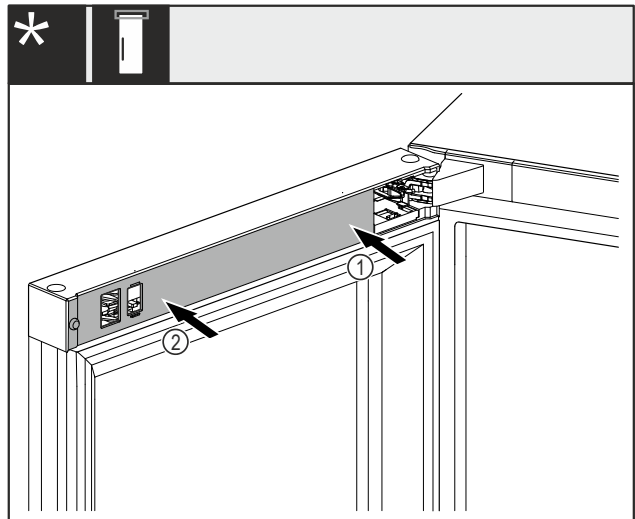

Fig. 48 *
- ▶ Установите крышку Fig. 48 (1) сначала на стороне опорного кронштейна и зафиксируйте ее.*
- ▶ Установите крышку Fig. 48 (2) на внешней стороне и зафиксируйте ее.*